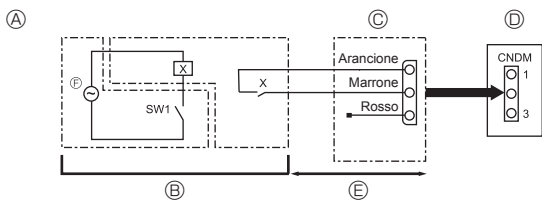

Fig. 9-1
- ④ Pannello di comando dell'unità esterna
⑤ Max. 10 m
⑥ Alimentazione per relè
9.1. Modalità bassa rumorosità (modifica in loco) (Fig. 9-1)